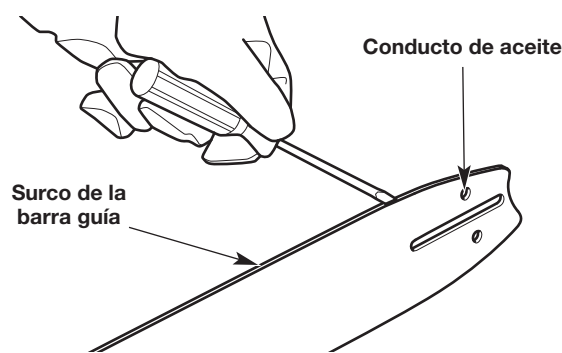
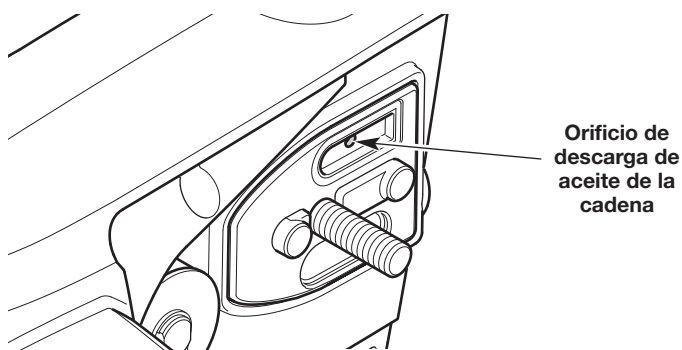

Fig. 28
Fig. 29
2. Limpie la canaleta de la barra de guía y los pasos de aceite siempre que se extraiga la cadena, cuando la unidad se ha usado mucho o cuando la cadena de la sierra parece estar sucia. Use un destornillador, una espátula, un cepillo de alambre o similar para retirar los residuos de la canaleta de la barra de guía (Fig. 28). Utilice un alambre liso y pequeño para eliminar cualquier desecho del orificio de descarga de aceite de la cadena (Fig. 29).